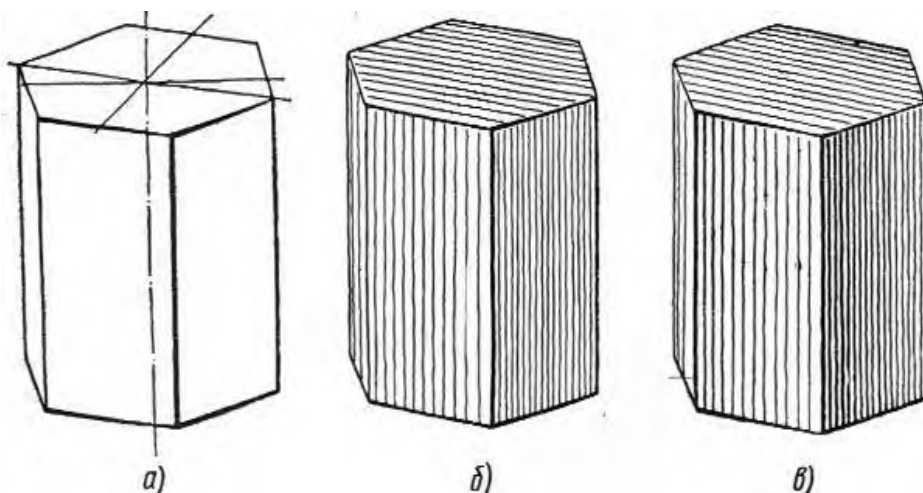

Рисунок 1
Для построения линии пересечения двух многогранников определяют точки пересечения ребер первого многогранника с гранями второго и ребер второго с гранями первого. Найденные точки соединяют и получают ломаную линию, отрезки которой представляют собой линии пересечения граней одного многогранника с гранями другого (рис.1).
**ЗАДАНИЕ:** На листе формата А3 по своему варианту построить комплексный чертёж пересекающихся призм и их аксонометрическую проекцию (образец построения см. на рис.1)
### Оттенение штриховкой поверхностей многогранников (рисунок 1).
1. Пример выполненного задания дан на рис.1;